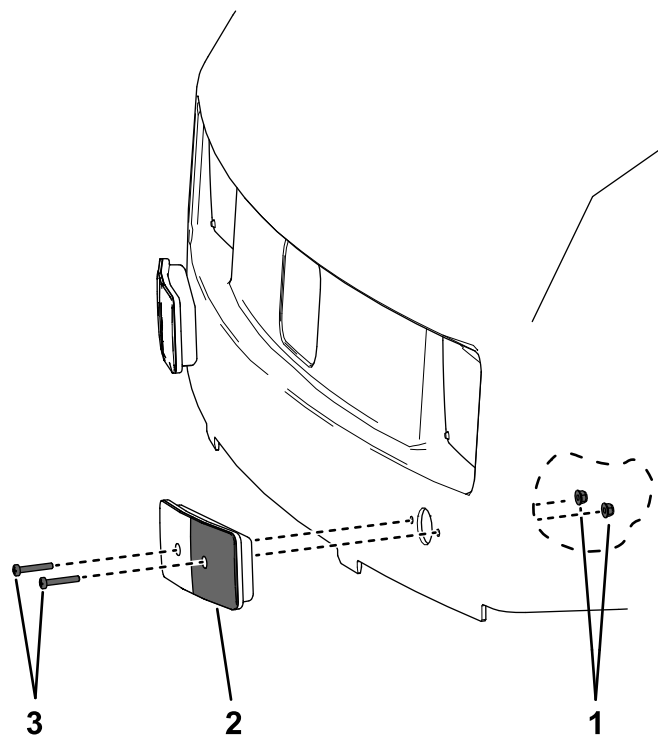

Figure 21
1. Retirez les 4 boulons à tête cruciforme et les écrous qui fixent les clignotants sur le capot (Figure 21).